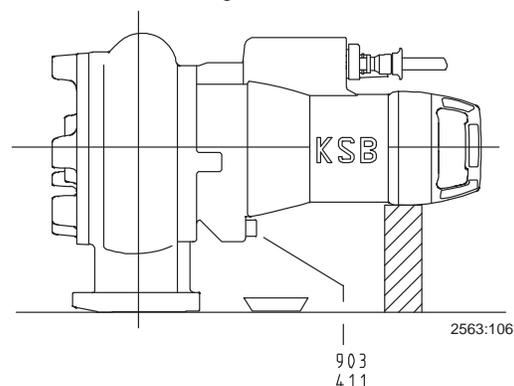

Abb. 1 Ausführung YL und WL
- Pumpe gemäß Abb. 1 bzw. 2 ablegen (Ausführung YL und WL).